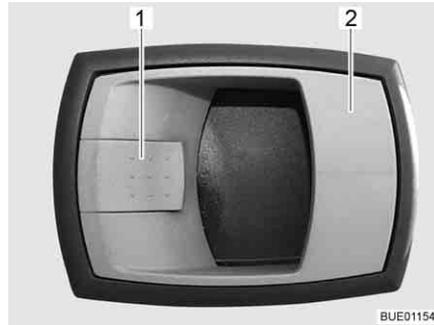

Bild 30 Türschloss Eingangstür, innen
- Öffnen:** ■ Am Griff (Bild 30,2) ziehen. Das Türschloss wird entriegelt.
- Verriegeln:** ■ Den Sicherheitshebel (Bild 30,1) drücken.